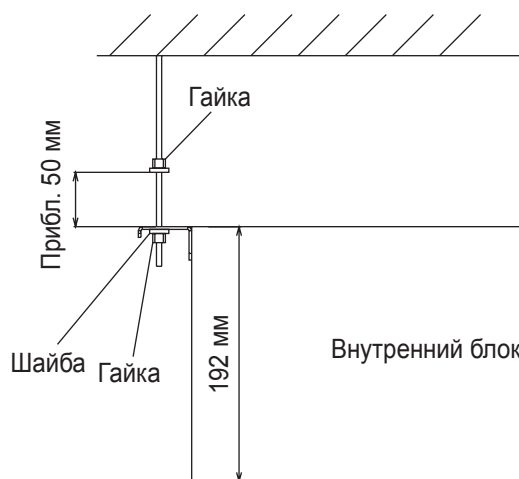

Рисунок 4.6. Монтажные болты и гайки
- (1) Порядок установки монтажного болта и гайки Установите гайки на четыре болта, как показано на рис. 4.6.